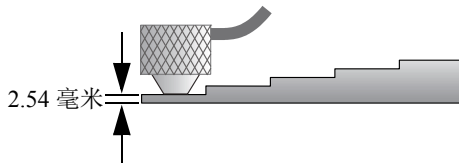

图 5-6 在 5 阶试块上进行零位校准 — 薄阶梯
- b) 将探头耦合到试块的薄阶梯（参见第 56 页的图 5-6），然后按 [校准零位] 键。